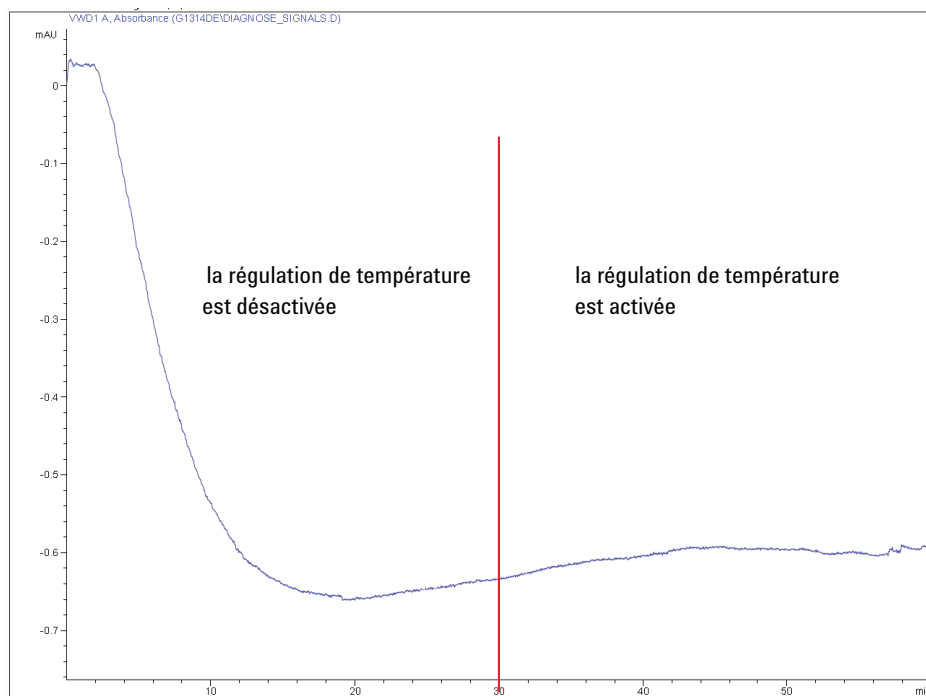

Figure 38 Stabilisation de la ligne de base après allumage du détecteur
- 6 Laissez le détecteur se réchauffer pendant au moins 60 minutes pour fournir une ligne de base plus stable (exemple : Figure 38, page 96).